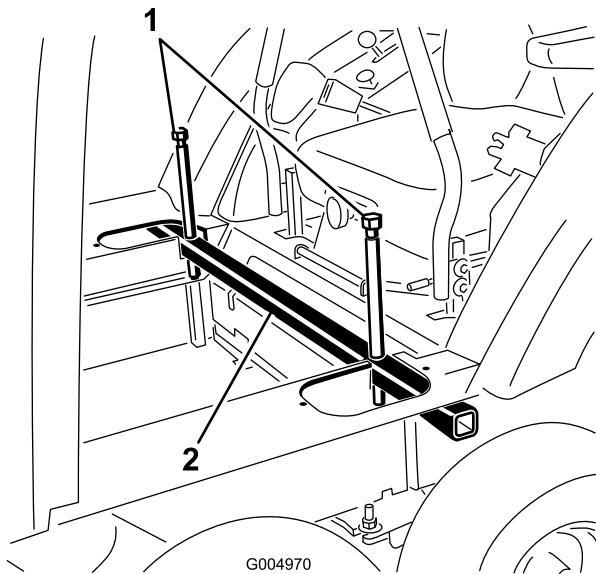

Figure 26
13. Desserrez les boulons de levage et déposez le tube de levage de la cabine des découpes du plancher (Figure 26).